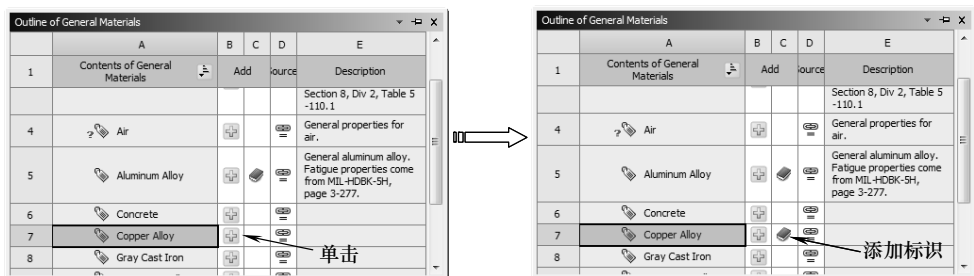

图 11-30 添加 Copper Alloy
5) 在【Outline of General Materials (通用材料列表)】窗口中单击 B7 栏的按钮，此时在 C7 栏上会出现（使用中的）标志，表明材料已经添加到分析项目之中，如图 11-30 所示。